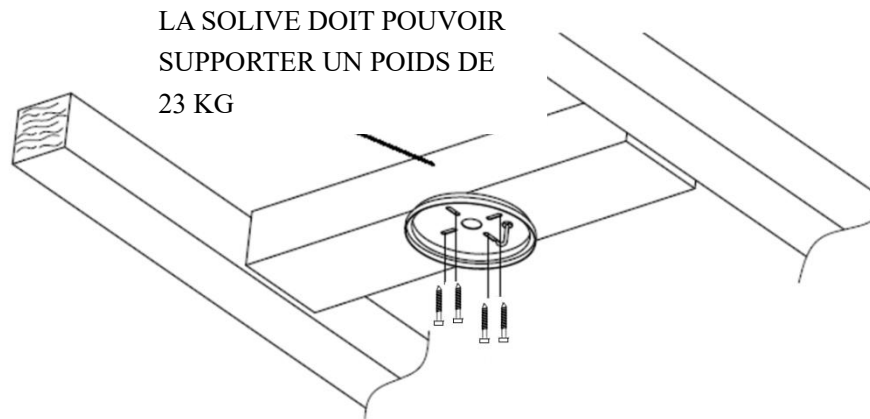

Fig. 2
- Installez le support de suspension sur la solive du plafond ou sur une structure capable de supporter une charge d'au moins 23 kg, à l'aide des 4 longues vis fournies. Veillez à ce qu'au moins 30 mm de la vis soient vissés dans le support. (Fig. 2)